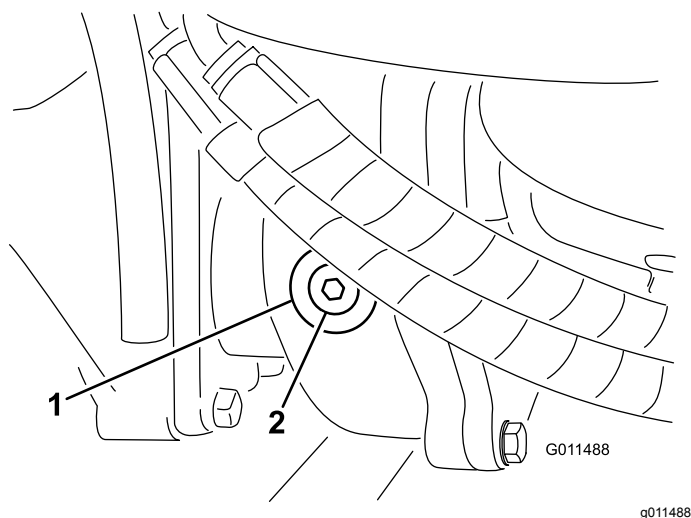

Figura 86
2. Togliete il tappo di controllo/riempimento dal lato sinistro del riduttore e verificate che il lubrificante raggiunga la base del foro (Figura 86).